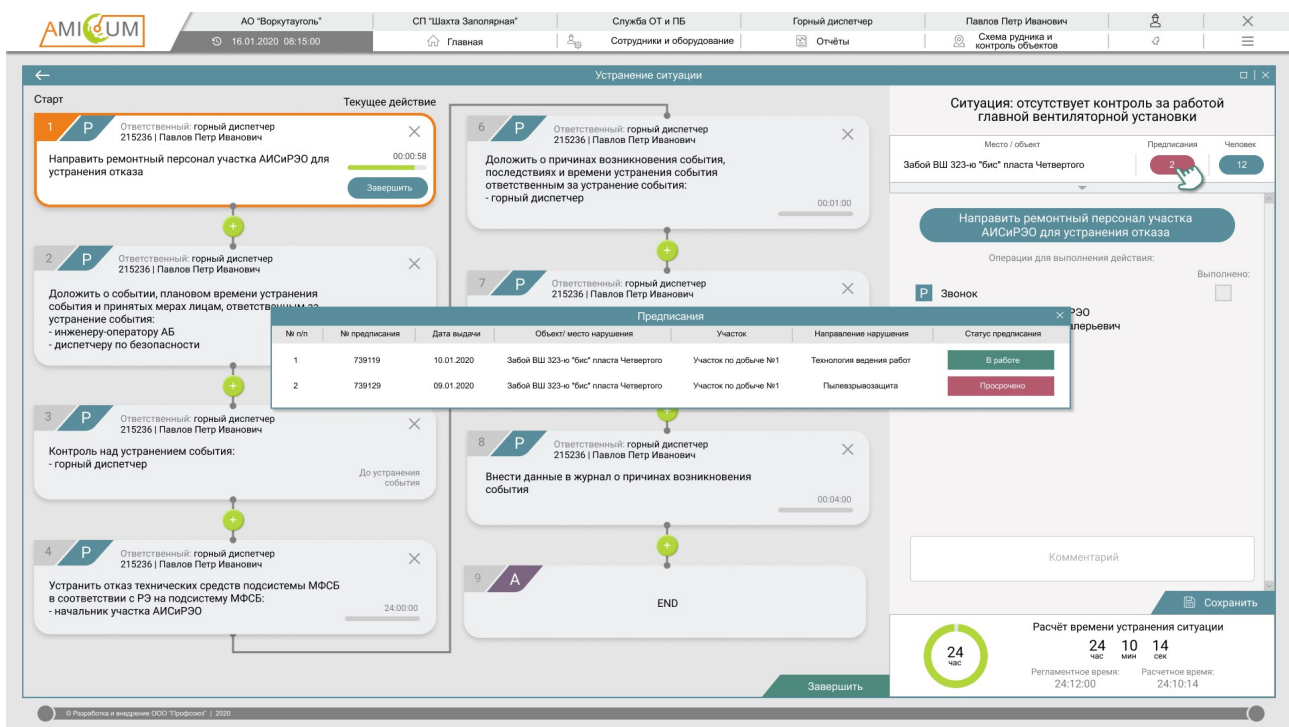

Рисунок 80. Просмотр предписаний на объект/место
3. количество предписаний на место/объект, как возможная причина возникновения ситуации (рисунок 80). При клике ЛКМ на индикатор с количеством предписаний (в правом блоке с данными о ситуации) открывается модальное окно с более подробной информацией о выданных на место/объект предписаниях;